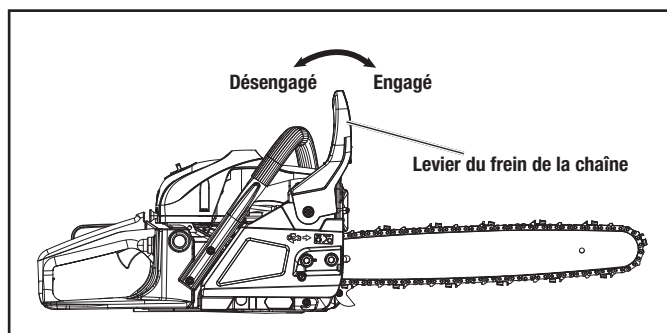

Figure 1
2. Assurez-vous que le levier du frein de la chaîne est ramené en position désengagée (Fig. 1).
4. Lorsque la scie à chaîne est en marche, poussez la commande d'accélération à 1/3 des gaz, puis engagez le frein de la chaîne en poussant le levier du frein de la chaîne vers l'avant avec la main gauche (Fig. 1). La chaîne doit aussitôt cesser de tourner.